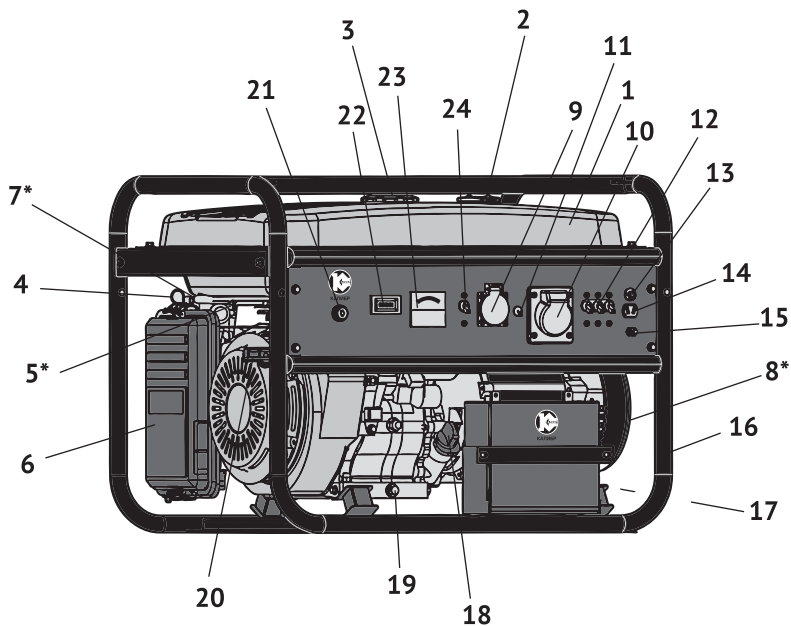

рис.1
ратора. Передача осуществляется через коническое сопряжение ротора генератора и вала двигателя. При этом образуется самоцентрирующаяся трёхопорная схема соединения. С обмоток статора генератора напряжение подводится: через систему стабилизации на розетки переменного тока: однофазного, 220В (рис.1 поз.9) и 3-х фазного, 380В (рис.1 поз.10); через выпрямительный блок на розетку постоянного тока (рис.1 поз.14).
2.4 Общий вид бензогенератора представлен на рис.1
3.2 Бензогенератор оснащён одноцилиндровым четырёхтактным двигателем внутреннего сгорания с верхним расположением клапанов и нижним расположением коленчатого вала. Верхнее расположение клапанов снижает теплонапряжённость двигателя. При этом достигается более высокая выходная мощность в меньшем рабочем объёме при эффективном сгорании топлива. Двигатель имеет карбюраторную систему питания. Смазка осуществляется разбрызгиванием масла в картере. Пуск двигателя осуществляется или ручным тросовым возвратным стартёром (рис.1 поз.20) или ключом замка зажигания (рис.1 поз.21) электрического стартера.
3.4 Двигатель и генератор закреплены на трубчатой раме (рис.1 поз.16) через амортизаторы, что снижает вибрацию аппарата и уменьшает уровень шума при работе. Все элементы бензогенератора имеют удобный доступ для обслуживания и ремонта.
4.2.3 Обеспечение требований электробезопасности: Эксплуатация бензогенератора должна производиться в строгом соответствии с требованиями «Правил техники электробезопасности при эксплуатации электроустановок». Электрическая сеть подключения потребителей относится к системе с изолированной нейтралью, предусматривающей защитное заземление открытых токопроводящих частей корпуса. В зависимости от местных условий (состав грунта, его влажность и т.п.) изменяется качество заземления. Во всех случаях защитное заземление должно иметь сопротивление не более 4-х Ом. Во время работы бензогенератора его клемма заземления (рис.1 поз.15) должна быть подсоединена к заземлителю. Практически это требование может быть реализовано следующими способами:
Выкрутите пробку-щуп (рис.1 поз.18) из маслозаливной горловины и залейте в картер масло необходимой марки до нижнего края горловины, как показано на рис.2. Вставьте сухой чистый щуп в горловину картера и выньте его. Проверьте уровень масла: граница смоченной области щупа должна располагаться между отметками минимального и максимального уровней.
Открутите крышку топливного бака (рис.1 поз.2). Заливайте бензин в топливный бак не более чем на 1см ниже уровня основания заливной горловины. Перед запуском двигателя тщательно протрите крышку бензобака, удалив возможные при заправке брызги топлива.
6.1.1 Отключить всех потребителей переменного и постоянного тока от генератора. Перевести автоматический выключатель (рис.1 поз.24) в положение «ВЫКЛ».
- перевести замок зажигания (рис.1 поз.21) в положение «ВКЛ»;
- открыть топливный кран (рис.1 поз.5);
- вытянуть на себя рычаг воздушной заслонки (рис.1 поз.4) в положение «закрыто» при пуске холодного двигателя (для прогретого двигателя рычаг устанавливается в промежуточном положении);
- резко, с усилием потяните рукоятку стартёра (рис.1 поз.20) до упора, повторите действие ещё раз, если двигатель не завёлся.
- включение двигателя электрическим стартёром производится поворотом ключа замка зажигания (рис.1 поз.21) в положение «ПУСК». Поверните ключ и удерживайте, пока двигатель не заведётся. Не удерживайте ключ электростартёра более 5 сек. Если двигатель не запустился: отпустите ключ зажигания, до возврата в положение «ВКЛ.», выждите 10 сек., затем снова переведите в положение «ПУСК». После запуска двигателя отпустите ключ зажигания для обеспечения его самовозврата в среднее положение «ВКЛ.».
- перевести тумблер автоматического выключателя (рис.1 поз.24) в положение «ВыКЛ.»;